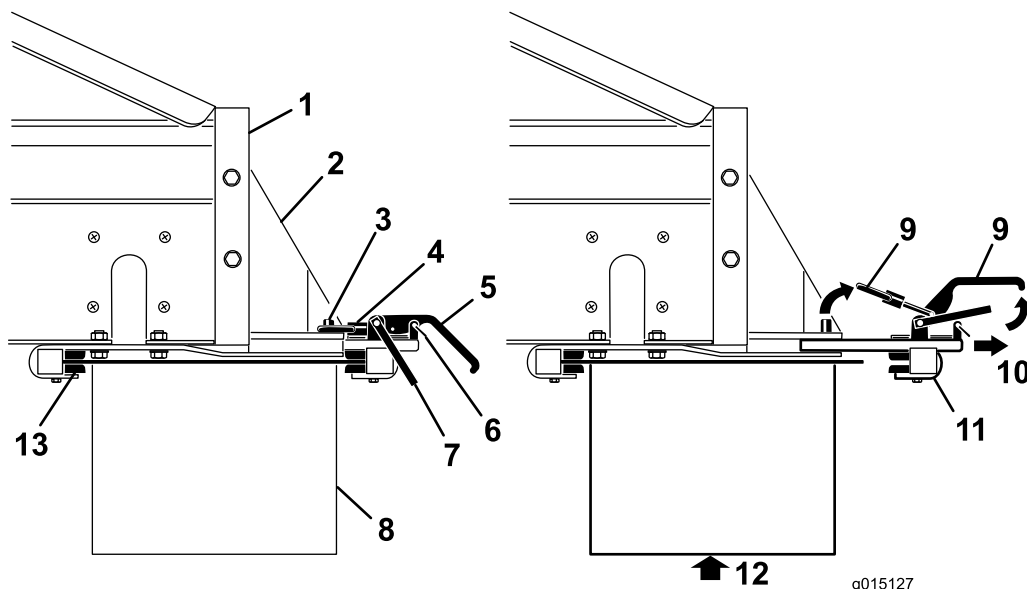

Figure 37
3. Retirez les clips des verrous de sécurité sur les poignées des fixations (Figure 37).
4. Levez le verrou de sécurité, puis levez les poignées des fixations d'accessoire et dégagez les bagues de blocage des goupilles de blocage (Figure 37).
5. Sortez la fixation rapide arrière des fentes de montage (Figure 37).
6. En vous faisant aider par une autre personne, insérez le bord avant du transporteur transversal/pivot vers le haut et sous l'arrière du MH-400 dans les fixations avant sur les supports (Figure 37).
7. Tout en soutenant le transporteur transversal/pivot, glissez la fixation arrière dans les fentes des supports et par-dessus le bord arrière (Figure 37).
9. Reposez les clips des verrous de sécurité sur les poignées des fixations (Figure 37).